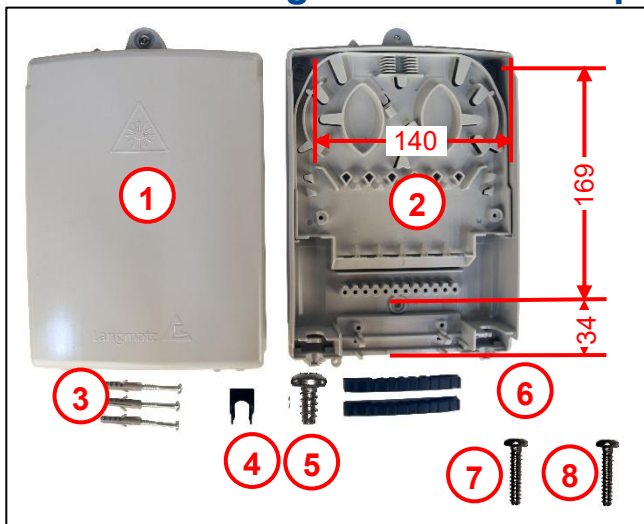

Abb. 1
- Deckelschraube (2) nach Wahl aus Beipack verwenden.
- Vorgesehene Befestigungsbohrungen siehe Abb. 1.
- Nachdem das Gehäuse wieder geschlossen wurde, besteht die Möglichkeit zur Plombierung an der angeformten Lasche (1).